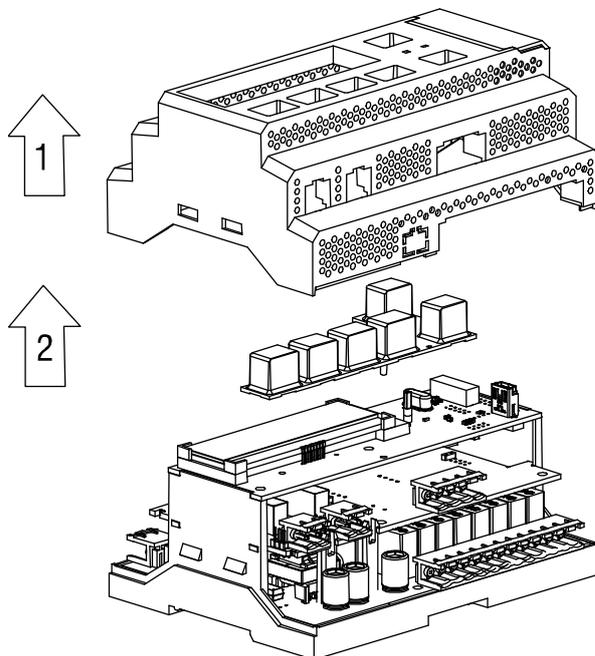

Abb. G.1 Frontgehäuse entfernen
1. Entfernen Sie das Frontgehäuse inklusive den Tasten (Abb. G.1).